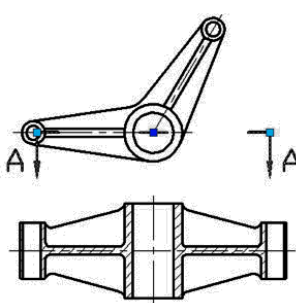

Fig 4.2
4. Sprawdź blok dynamiczny: Otwórz grafikę, którą trzeba wymiarować i wstaw ukończony dynamiczny blok (Rys. 4.1). Przeciągnij uchwyt dynamicznego bloku, symbol przekroju może być rozciągnięty na zewnątrz i obrócony wokół środka, a ty kończysz znacznik symbolu przekroju (Rys. 4.2).